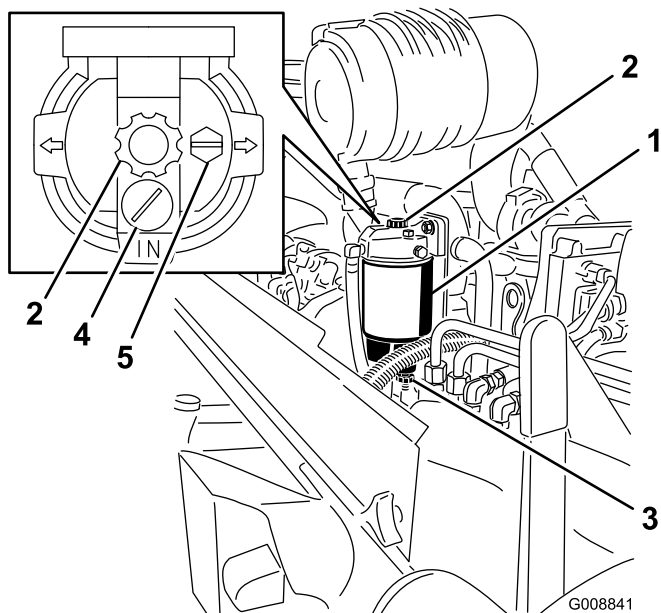

Figure 62
1. Placez un bac de vidange propre sous le séparateur d'eau (Figure 62).
2. Ouvrez le bouchon de vidange et actionnez la pompe pour vider les contaminants (Figure 62).
2. Vidangez une partie du carburant en desserrant le bouchon d'aération et en ouvrant le bouchon de vidange (Figure 62).